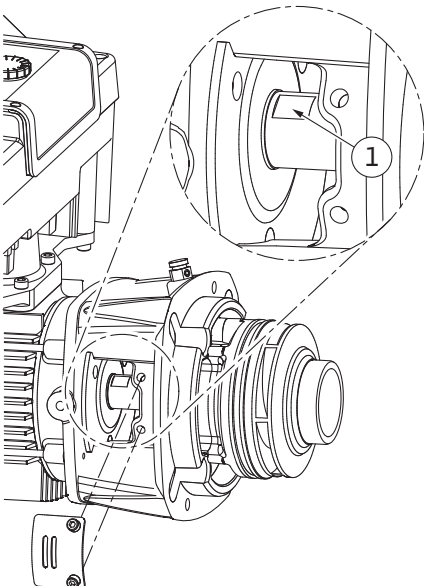

Fig. 106: Mil üzerindeki anahtar yüzeyleri
14. Braket penceresine açık ağızlı bir anahtar (22 mm) yerleştirin ve mili anahtar yüzeylerinde tutun (Fig. 106, Poz. 1). Çark somununu (Fig. I, poz. 22) çıkarın. Çark (Fig. I, poz. 21) otomatik olarak milden çıkarılır.
3. Braket penceresine açık ağızlı bir anahtar (22 mm) yerleştirin ve mili anahtar yüzeylerinde tutun (Fig. 106, Poz. 1).
10. Açık ağızlı anahtarı (32 mm) braket penceresine (Fig. IV, Poz. 38) yerleştirin ve mili anahtar yüzeylerinde tutun (Fig. 106, Poz. 1). Çarkı, rondelalar ve somun ile birlikte monte edin. Somunu sıkın. Mekanik salmastranın eğrilerek zarar görmesini önleyin.